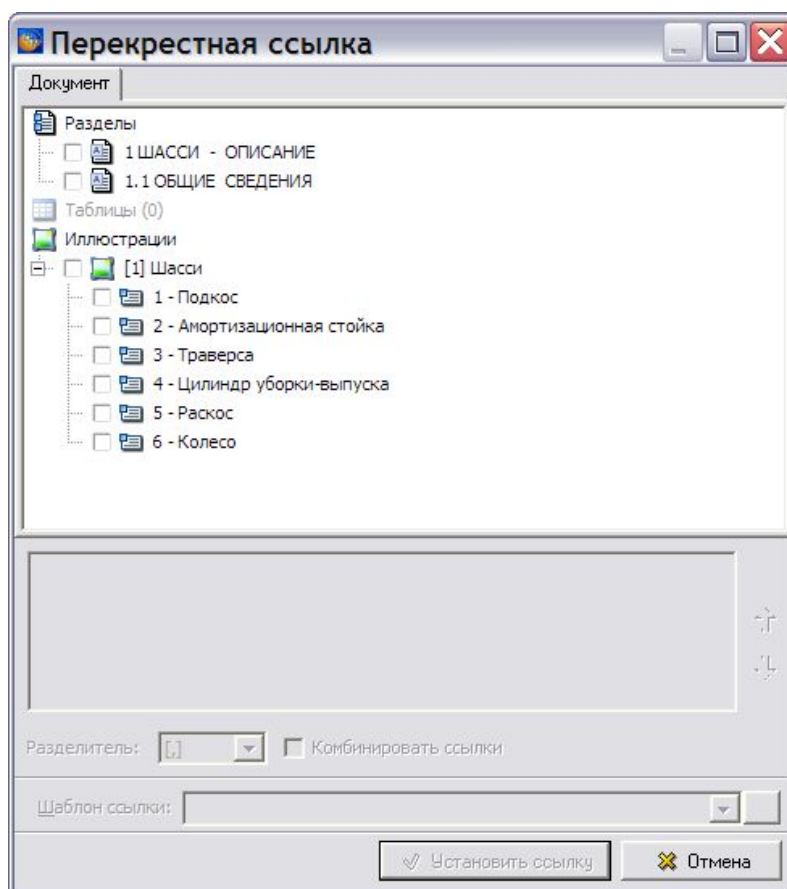
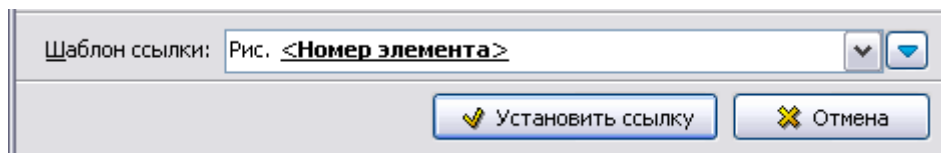

Рис. 3.202
Рис. 3.206
3. Из раскрывшегося списка выберите команду **Вставить перекрёстную ссылку**. При этом появится диалоговое окно **Перекрестная ссылка**, в котором отображена структура документа (Рис. 3.202).
Выноски с одинаковым текстом при простановке перекрестных ссылок не отображаются. На Рис. 3.202 видна только одна выноска № 6 «Колесо», хотя на иллюстрации проставлены одноименные выноски на все 4 колеса.
Вернемся к окну **Перекрестная ссылка** (Рис. 3.202). Рассмотрим подробнее возможности, предоставляемые полем **Шаблон ссылки**: (Рис. 3.206).